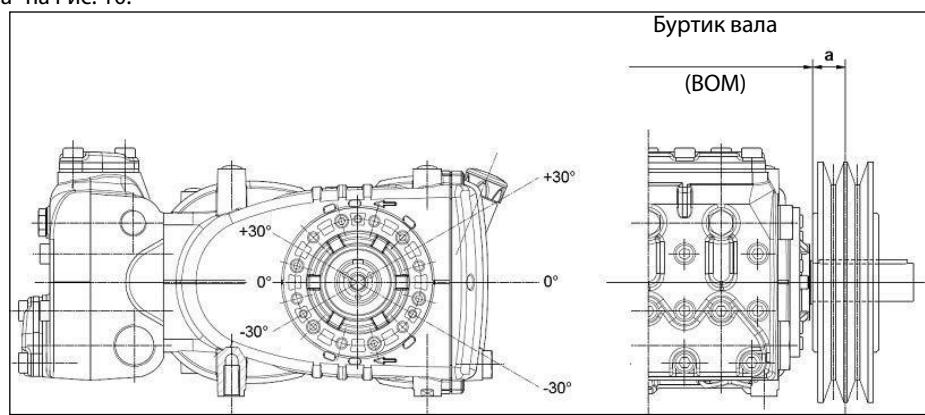

Рис. 10
Радиальная нагрузка на вал не должна превышать 3000 Н (значение, необходимое для определения компоновки). Передача считается подходящей в том случае, если данная нагрузка прилагается на максимальном расстоянии $a=30$ мм от буртика вала (ВОМ), как указано на Рис. 10.
- b) Пользуйтесь ремнями с высоким КПД, например, **XPB** вместо **SPB**, поскольку в этом случае потребуется меньшее количество ремней при одинаковой передаваемой мощности, что в свою очередь сократит расстояние между результирующей силой и буртиком вала (BOM) "a" на Рис. 10.